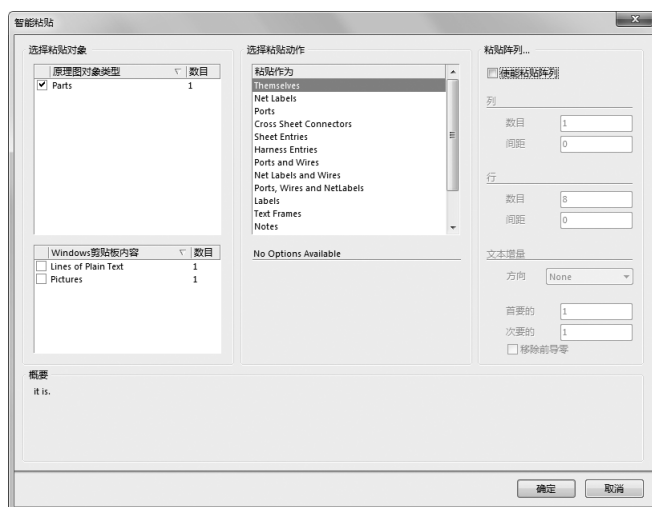

图 6-1 “智能粘贴”对话框
- (1) 复制或剪切某个对象，并放置在 Windows 的剪切板中。
- (2) 选择菜单栏中的“编辑”→“灵巧粘贴”命令，系统将弹出如图 6-1 所示的“智能粘贴”对话框。
- (3) 在“智能粘贴”对话框中，可以对要粘贴的内容进行适当设置，然后再执行粘贴操作。其中各选项组的功能如下：